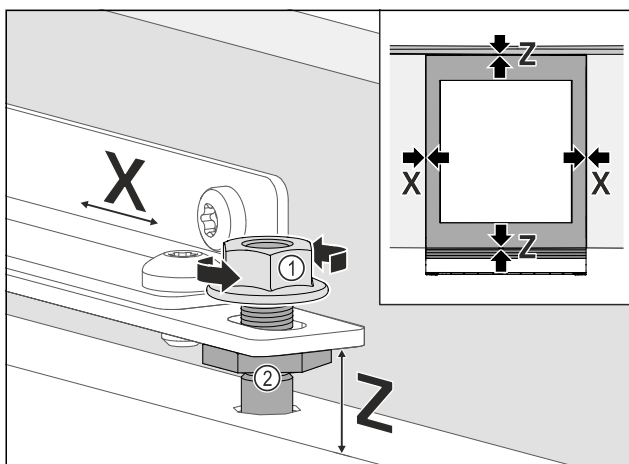

Fig. 104
- Nábytková dvířka vyrovnejte stranově: Uvolněte pojistné matice Fig. 104 (1), nábytková dvířka posuňte ve směru X.
- Pojistné matice Fig. 104 (1) dotáhněte.
- Nábytková dvířka vyrovnejte ve výšce Z a ve stranovém sklonu: Ustavovací čepy Fig. 104 (2) nastavte.